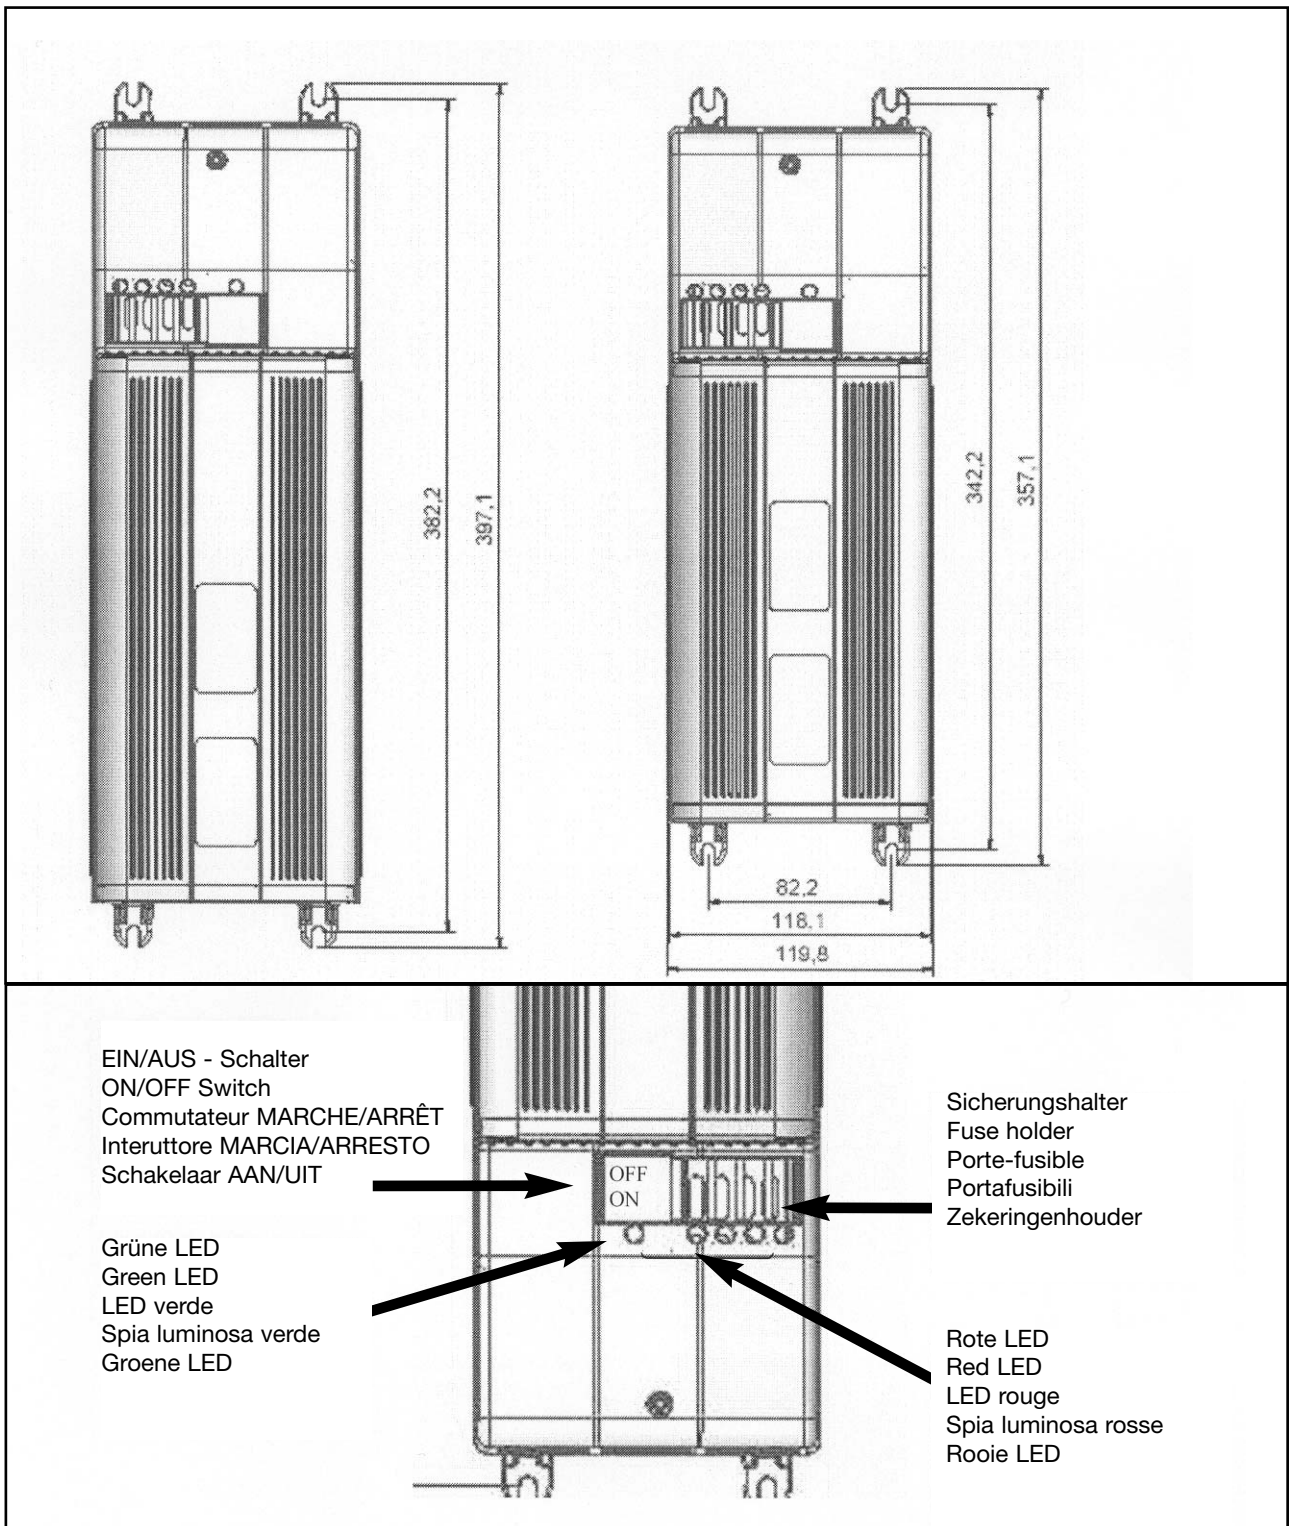

Fig. 4
- Apparaten van het type 1 (zie afb. 4 pag. 33) kunnen via de ON/OFF-schakelaar worden in- en uitgeschakeld. Bij groen oplichtende LED onder de ON/OFF-schakelaar is 230V AC-ingangsspanning beschikbaar (zie afb. 2). Licht de groene LED niet op, heeft de eenheid geen 230V AC-ingangsspanning, of het apparaat is i.v.m. oververhitting uitgeschakeld (zie punt 3.2.1.)